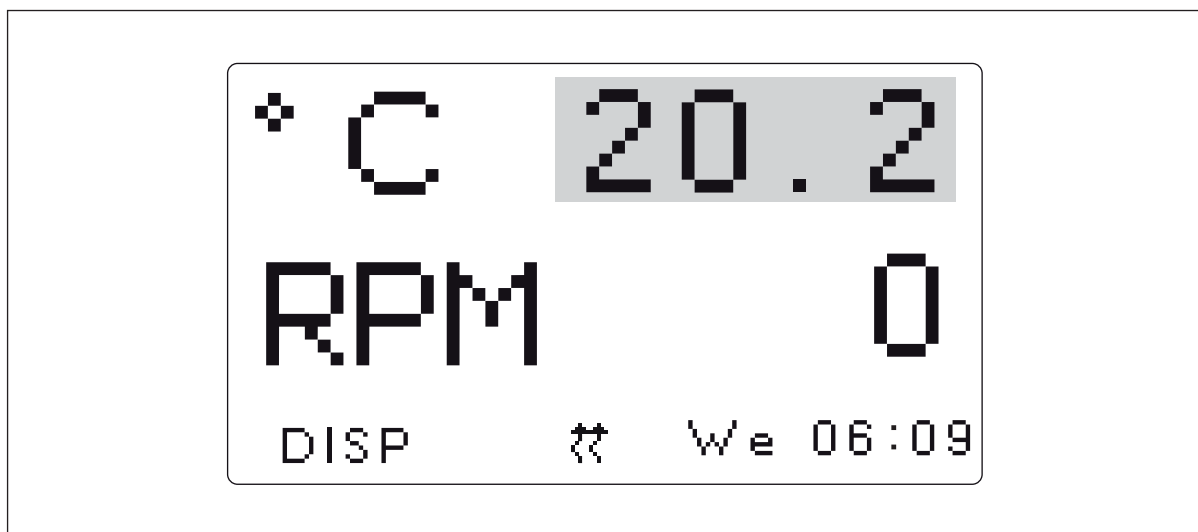

図 5-4: 設定値を変更します
2. プッシュボタンを押して、現在の設定値にアクセスします（この例では 20.2）（参照：図 5-4 P. 45）。このセットポイントはフラッシュに表示されます。